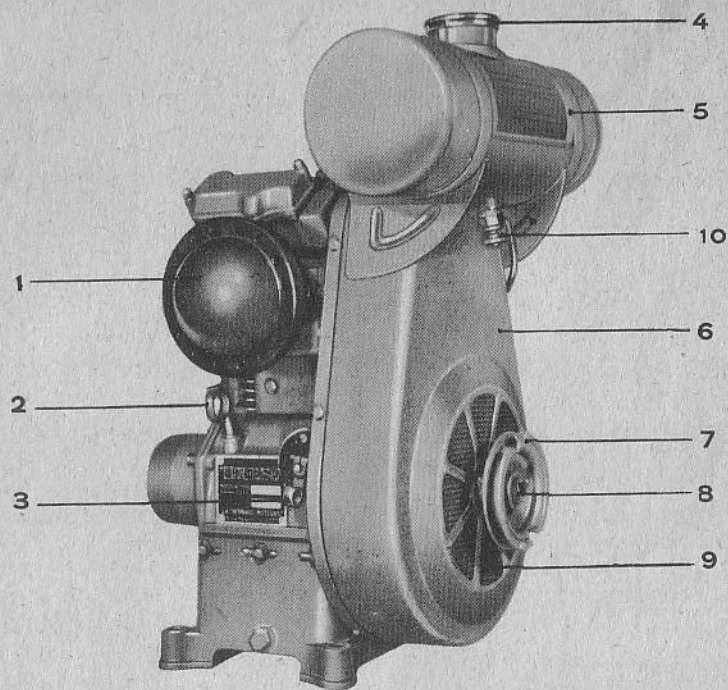
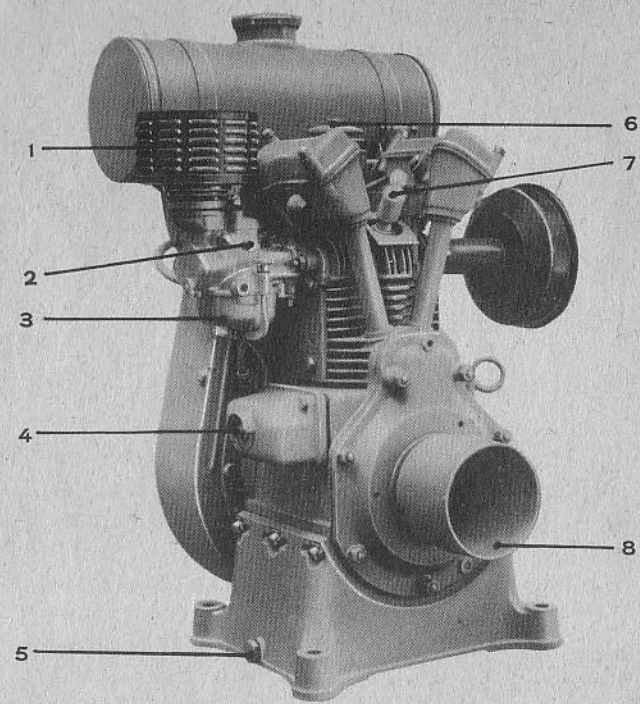

FIG. 1 - Vue de gauche
FIG. 2 - Vue de droite
Pour déterminer le diamètre de la poulie (8) (Fig.2) à monter sur le moteur, multiplier le diamètre de la poulie montée sur l'appareil commandé par la vitesse à laquelle cet appareil tourne et diviser le nombre ainsi obtenu par la vitesse du moteur.
Pousser le bouton d'arrêt 4 (Fig.2) situé sur le couvercle du boîtier de rupteur.
Sur les figures 1 et 2 sont indiqués les organes et accessoires qui constituent le moteur (voir page 4 et 5).
- I - HUILE - Dévisser le bouchon de remplissage d'huile 6 (fig.2) qui se trouve à la partie supérieure du moteur, entre le réservoir à essence et les boîtiers de culbuteurs. Ajouter de l'huile jusqu'à ce que le niveau arrive à la limite supérieure du décrochement de l'extrémité de la jauge 2 (fig.1)
- II - ESSENCE - Retirer en tournant d'un quart de tour le bouchon 4 (fig.1). Faire le plein du réservoir avec un entonnoir muni d'un filtre.
- III - FILTRE A AIR - Ce filtre 1 (fig. 2) doit être nettoyé, en principe, chaque semaine (plus souvent et même deux fois par jour si le moteur travaille dans un air chargé de poussière).
- 1°) Ouvrir le robinet d'essence 10 situé en bas et au milieu du réservoir (Fig.1)
- 3°) Le lancement se fait, soit à la cordelette, soit à la manivelle 7 et 8 (Fig.1)
Sur le côté gauche du carter-cylindre (Fig.1) est placé le levier de changement de vitesse (3). Ce levier permet, suivant la position qu'il occupe, d'obtenir une vitesse comprise entre 1.500 et 2.500 tr/mn.
- que l'essence arrive au carburateur. Fermer le robinet 10 (Fig.1) desserrer le raccord d'arrivée d'essence au carburateur 2 (Fig.2). Ouvrir progressivement le robinet. Si l'essence ne coule pas, la canalisation et le robinet sont obstrués, déboucher et nettoyer ;